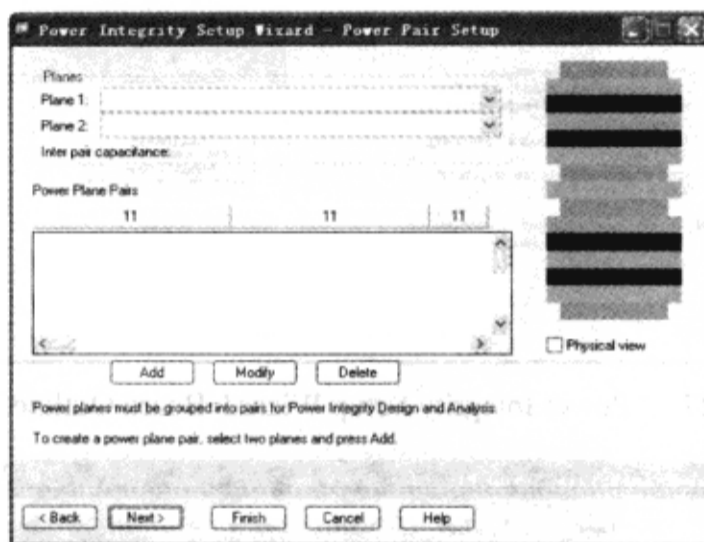

图 10-7-30 “Power Integrity Setup Wizard-Power Pair Setup” 对话框
4) 关联直流网络和平面 因为所打开的 PCB 文件已经完成了直流网络和平面的相关联，所以这里不需要做出修改。在“Power Integrity Setup Wizard-DC Net-Plane Association”对话框中单击“Next”按钮，弹出“Power Integrity Setup Wizard-Power Pair Setup”对话框，如图 10-7-30 所示。